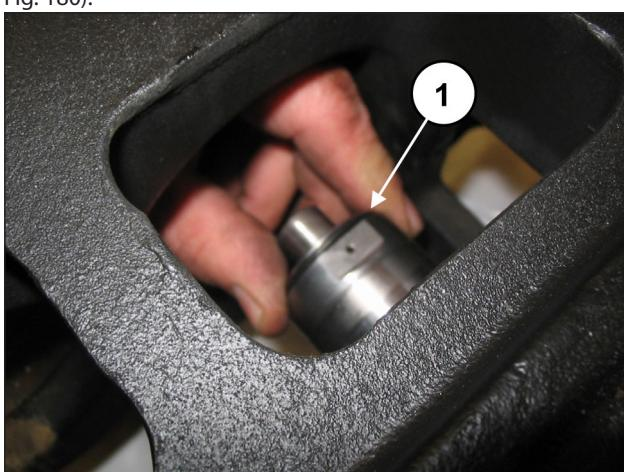
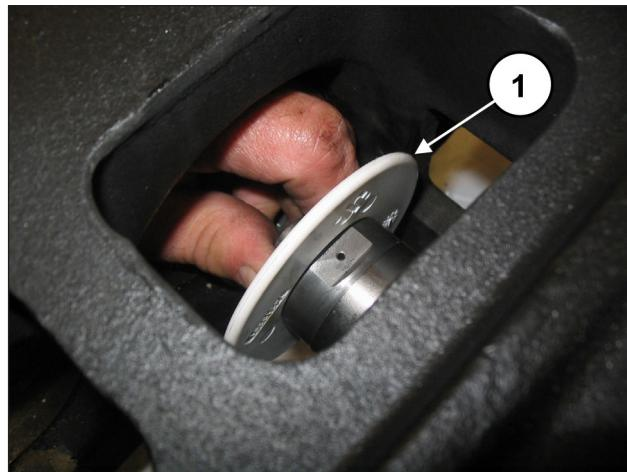

Fig. 179
Fig. 180
Posicione a proteção contra respingos composta pelo O-ring no compartimento na guia do pistão (pos. ①, Fig. 179 e Fig. 180).